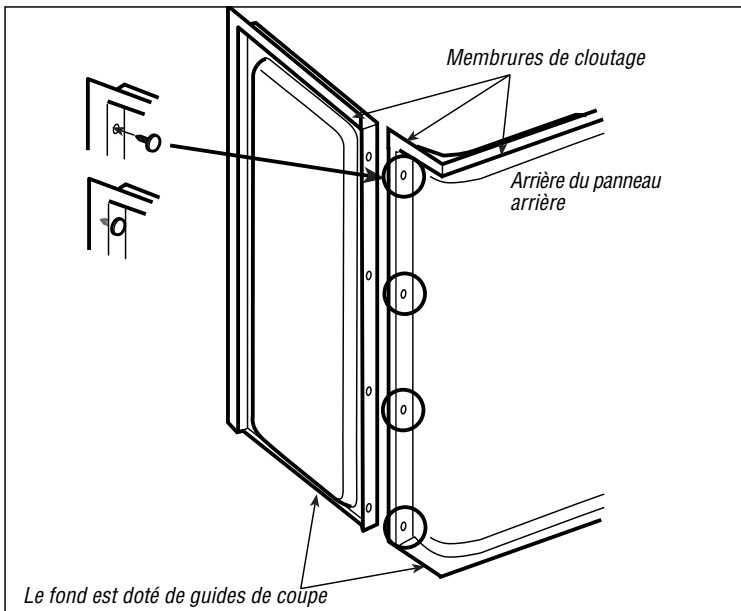

Figure 2
- 3** Installez les huit fixations dans les 4 trous de chaque côté du panneau arrière en les poussant fermement depuis l'arrière du panneau. Une fois installés, les fixations dépassent (fig. 2). Posez le panneau arrière dans l'alcôve, contre les poteaux. Placez chaque panneau latéral et faites glisser jusqu'à ce que les fixations traversent les trous de chaque panneau latéral.